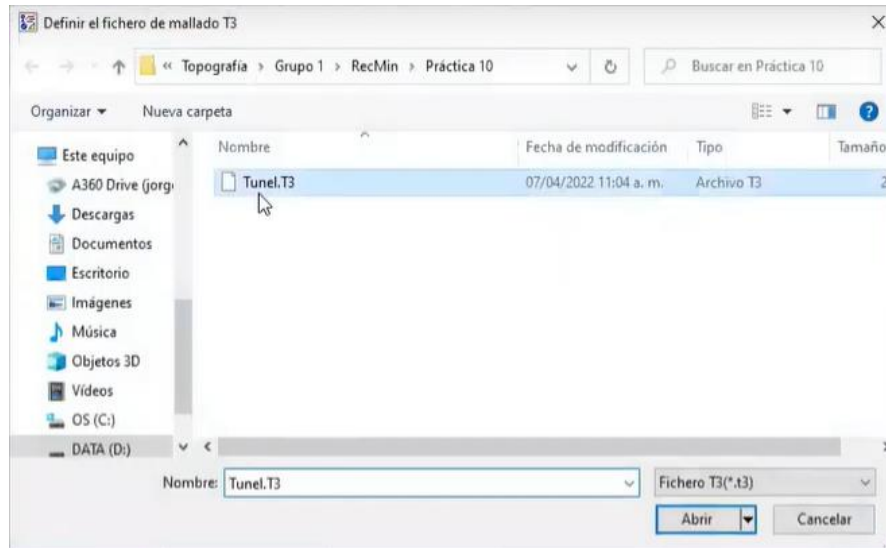

Figura 496. Abrir enmallado.
69. En la primer ventana emergente, seleccionar el enmallado sólido del túnel que se guardó en el paso 64. Figura 496.